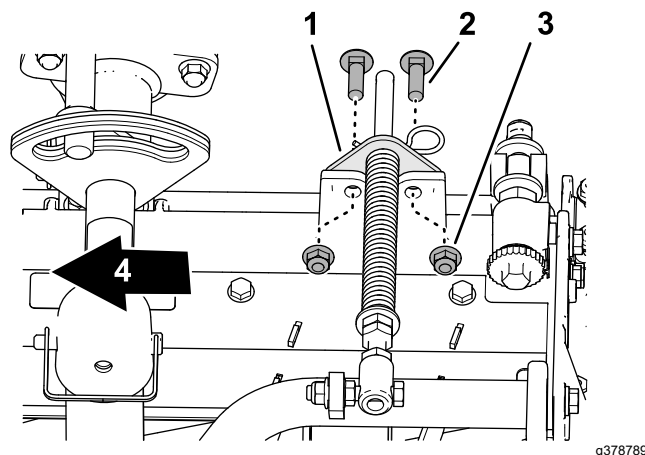

図 20
5. ターフ補正器ブラケットの穴を、カッティングユニットのフレームの穴に合わせる図 20。